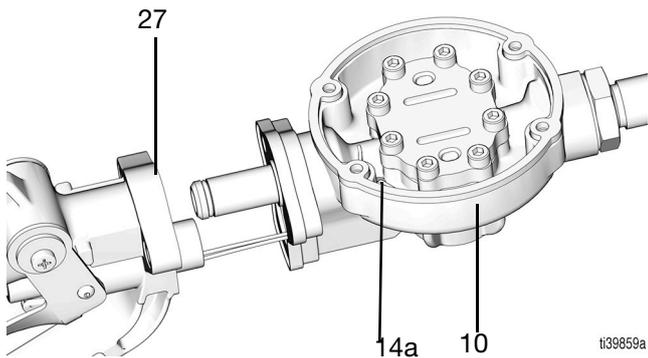

FIG. 57
8. Separe el alojamiento de la válvula (27) del alojamiento del medidor (10) introduciendo simultáneamente los cables de solenoide (14a) en el orificio de acceso al alojamiento del medidor (10) (FIG. 57).
3. Monte el alojamiento de la válvula (27) y el alojamiento del medidor (10) tirando suavemente de los cables de solenoide (14a) a través del orificio de acceso del alojamiento del medidor (10), consulte la FIG. 57.